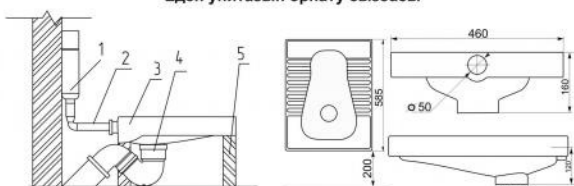

рис. 9/pict. 9/9-сур
3. Закрепите на выводной трубе унитаза колено /сифон (4-рис. 9) для соединения с канализацией.
4. Подсоедините подводящий патрубок к чаше (2 – рис.9).
6. Присоедините с помощью подводящего патрубка (2-рис. 9) смывной бачок (1–рис 9) к унитазу.